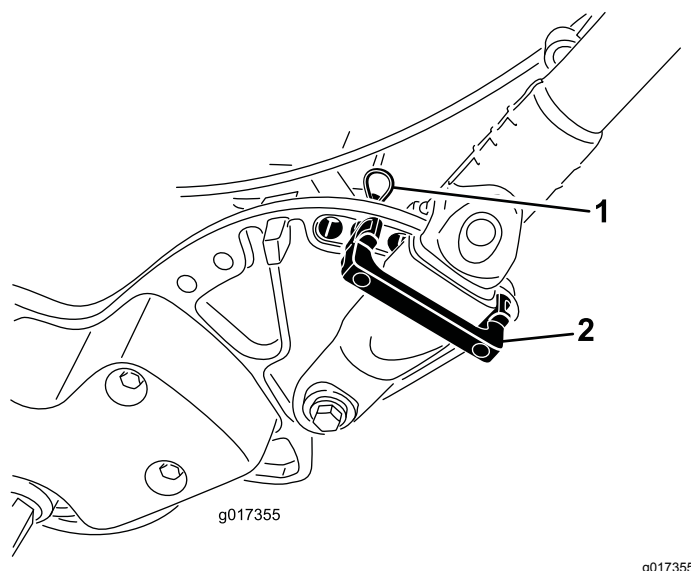

Рисунок 9
1. Поддерживая рукоятку, снимите кабельные хомуты, которые крепят зажимы рукоятки к боковым пластинам (Рисунок 9).
2. Поверните рукоятку в нужное рабочее положение, вставьте фиксатор рукоятки поверх зажима рукоятки в соответствующие отверстия в боковой пластине (Рисунок 9).
3. Закрепите зажим на месте с помощью игольчатого шплинта (Рисунок 9).